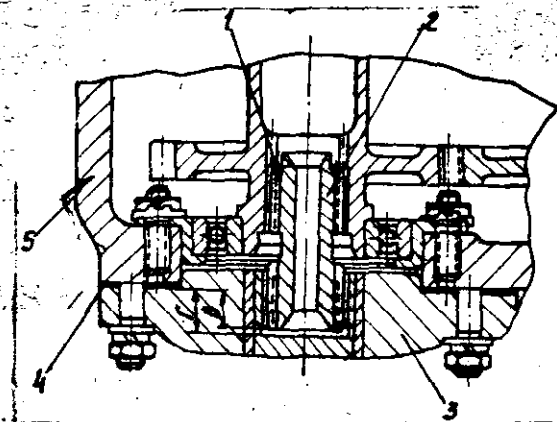

Рис. 26. Замена воздухоотделителя:
8. Замерьте размер В (рис.26) от прокладки 4, установленной по шпилькам крепления воздухоотделителя к лобовому картеру 5, до торца шлицевого валика 2.